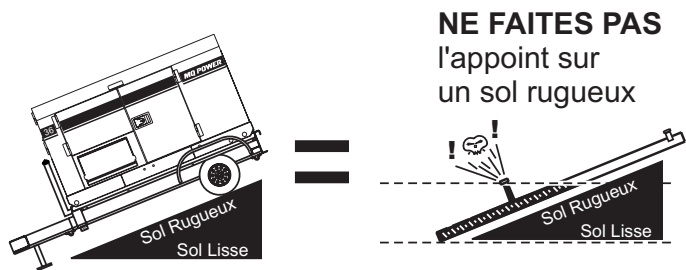

Figure 20. Faites L'appoint Uniquement Sur un Sol Plat
1. **Réservoirs de Niveau** - assurez-vous que les éléments à du carburant se trouvent au même niveau que la terre. Le contraire provoque l'écoulement du carburant du réservoir avant le remplissage du réservoir (Figure 20).